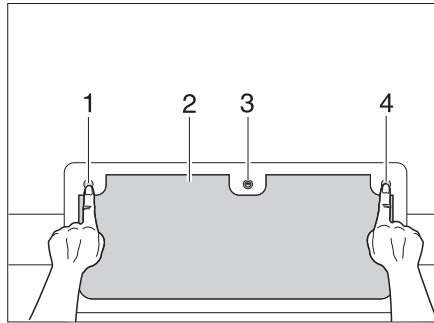

Bild 30 Klappenschloss mit Knöpfen, verschlossen
- Schlüssel in Schließzylinder (Bild 30,3) stecken und eine viertel Umdrehung drehen.
- Die drei Druckknöpfe (Bild 30,1, 3 und 4) eindrücken.
- Außenklappe (Bild 30,2) vollständig schließen, bis sie hörbar einrastet.
- Schlüssel in Schließzylinder (Bild 30,3) stecken und eine viertel Umdrehung drehen. Das Schloss ist verriegelt.